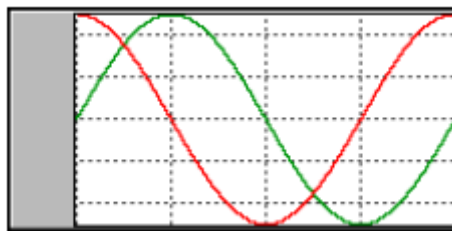
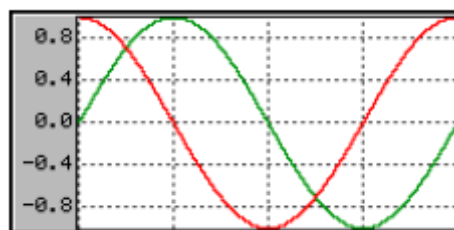

Figura 17: Prima di chiamare la funzione GRAPH_AttachScale il bordo sinistro è privo della scala numerica.
Figura 18: Dopo aver chiamato la funzione GRAPH_AttachScale il bordo sinistro presenta la scala numerica.
- Descrizione: funzione che collega l'oggetto scala all'oggetto grafico (**Figura 17** e **Figura 18**).